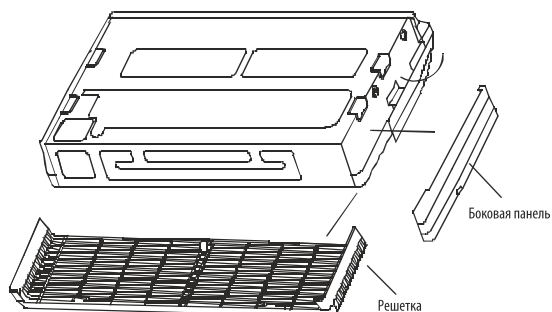

Рис. 42-9
1. Снимите боковую панель и решетку (см. рис. 42-9).